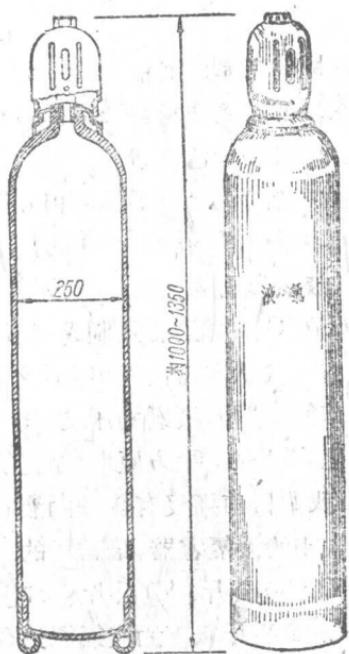
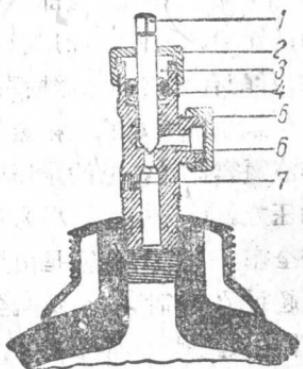

图 5 常用的液氯瓶
图 6 液氯瓶控制閥
最普通的液氯容器是圆柱形的钢管，分5公斤、7公斤、12公斤、25公斤、50公斤及75公斤装数种，它们的构造一样，只是大小不同，这类钢管都是由钢材冲压出来的无缝钢管（图5①），它们的重量约在15~121公斤之间，如表2所示。液氯瓶的颈部装有特制的控制阀（图6）。控制阀体用铸铜或精黄铜做成，阀杆由镍铜钢做成，阀杆外圈装有填料及铜制压盖和压盖帽；填料是用石墨石棉绳或涂有蜂蜡或石墨并浸过橡胶的棉纱绳，填料要装得深一点。控制阀下面装有安全塞，
① 图中尺寸采用毫米为单位，以下图上不再注明。